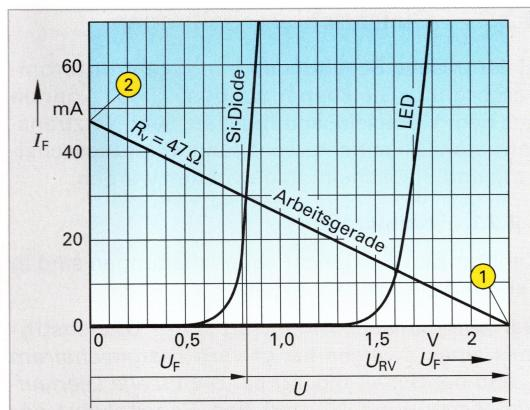

Bild 1: Kennlinien von Si-Diode und LED
Die Si-Diode mit der Kennlinie Bild 1 wird nach Bild 1 links, vorhergehende Seite, über $R_v = 47 \Omega$ an 2,2 V angeschlossen. Ermitteln Sie I_F , U_F und U_2 .
1. Bei $I_F = 0 \text{ mA}$ ist $U_F = U = 2,2 \text{ V}$ (Bild 1, Punkt ①). Bei $U_F = 0 \text{ V}$ wäre $I_F = U/R_v = 2,2 \text{ V}/47 \Omega = 46,8 \text{ mA}$ (Punkt ②). Die Verbindung dieser Punkte ergibt die Widerstandsgerade.